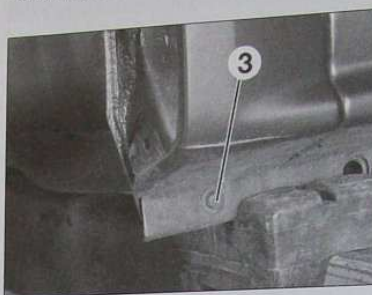

FIG. 9
- la vis inférieure (3) (Fig.9).